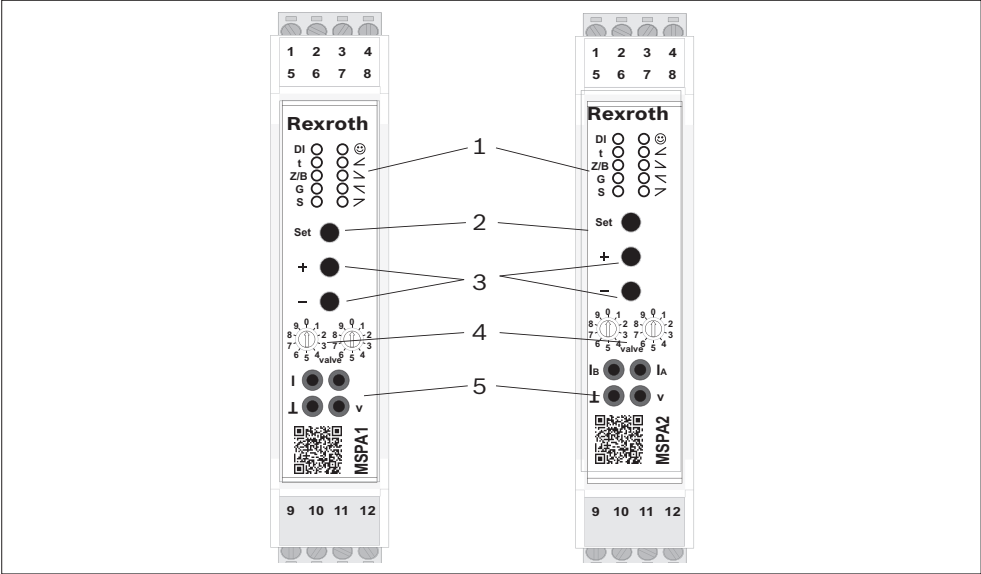

Fig. 4: Elementos indicadores y de mando
Con los dos interruptores giratorios (véase Fig. 4, pos. 4) se debe seleccionar el tipo de válvula deseado. Con el interruptor giratorio izquierdo se ajustan las decenas y con el interruptor giratorio derecho se ajustan las unidades de la posición. Mientras se realiza el ajuste, en el casquillo de medición "v" se emite la posición seleccionada del interruptor giratorio como valor de tensión en pasos de 100 mV. Están disponibles los siguientes tipos de válvula.